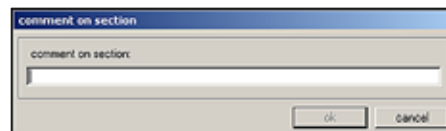

Fig. 41
- 1 Novo**      Clicar nesse botão abre a caixa de diálogo **Comment on section (Comentário sobre o corte)**. (→ Fig. 41)